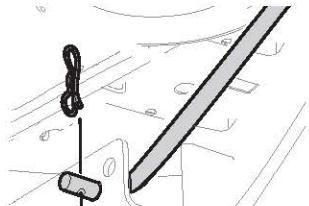

Figura 42
- Tire del pasador de chaveta hacia afuera de la varilla de elevación delantera de la plataforma que la sujetó a la plataforma (Figura 42). Saque la varilla de elevación de la plataforma del soporte de suspensión frontal.